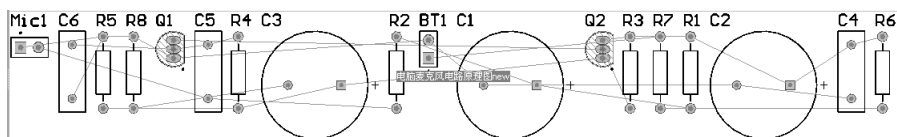

图 8-8 自动布局前的 PCB 图
1) 在已经导入了上述电路原理图的网络表和所使用的元件封装的 PCB 文件 PCB1. PcbDoc 编辑器内, 设定自动布局参数。自动布局前的 PCB 图如图 8-8 所示。